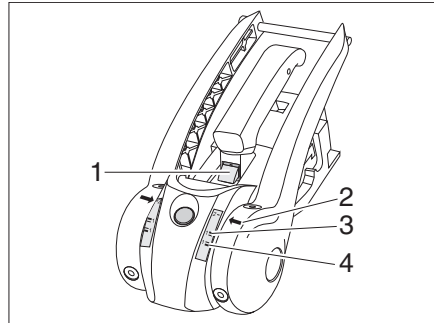

Fig. 161 Contrôle d'usure des garnitures de friction
- Lorsque le marquage vert est visible (Fig. 161,1), les garnitures de friction à l'avant et à l'arrière sont encore en ordre. Si le marquage vert n'est plus visible, les garnitures de friction doivent être remplacées.
- Si la flèche (Fig. 161,2) en dessous du marquage d'arrimage en douceur 1 est verte, (Fig. 161,4) les garnitures de friction à droite et à gauche sont en ordre. Si la flèche (Fig. 161,2) au-dessus du marquage d'arrimage en douceur 1 est rouge (Fig. 161,3), les garnitures de friction doivent être remplacées.
- Lorsque le marquage vert est visible (Fig. 161,1), la rotule d'attelage est en ordre. Si le marquage vert n'est plus visible, le diamètre de la rotule d'attelage est < 49 mm et la rotule d'attelage doit être remplacée.